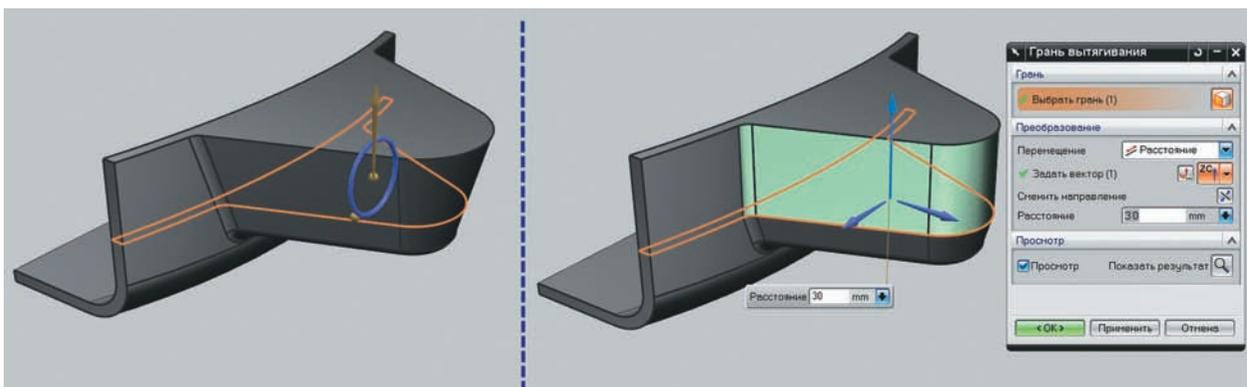

Рисунок 6.8. Разница между командами **Переместить грань** и **Грань вытягивания**
- На этот раз при перемещении грани были созданы новые смежные грани, но исходные остались нетронутыми (рис. 6.8).